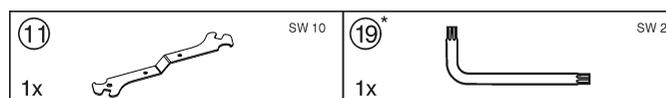

Fig. 3
- ▶ Нажимать кнопку «On/Off» Fig. 3 (1), пока дисплей не погаснет. Отпустить кнопку.